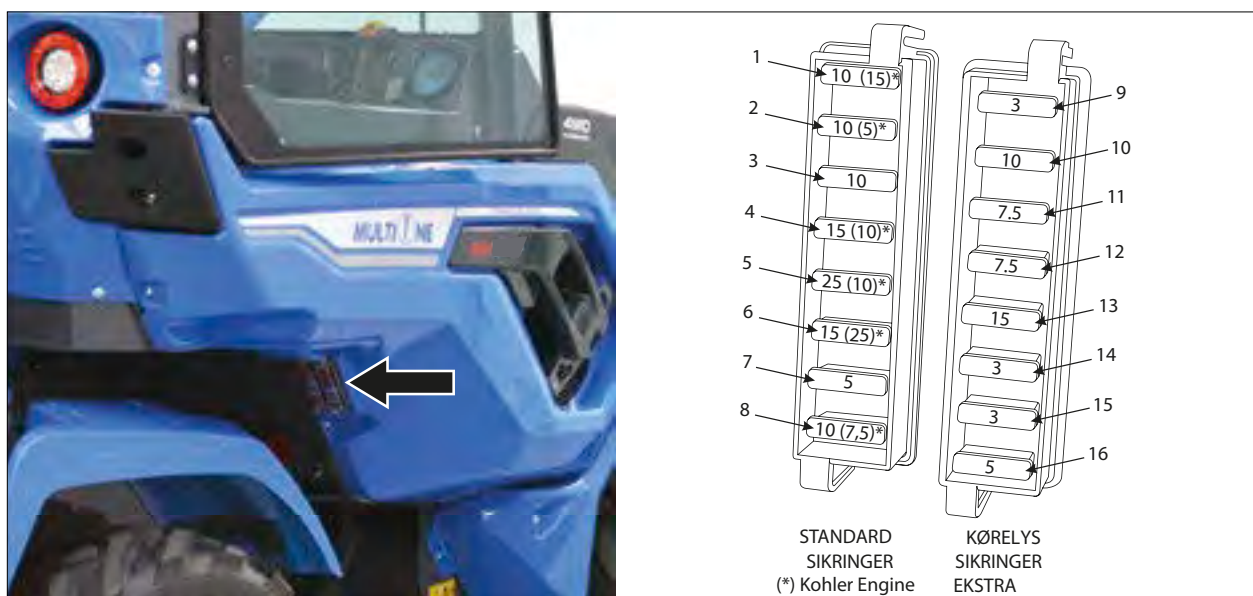

FIG. 43
- 1) Fjern dækslet på højre side af maskinen (Se FIG. 43).